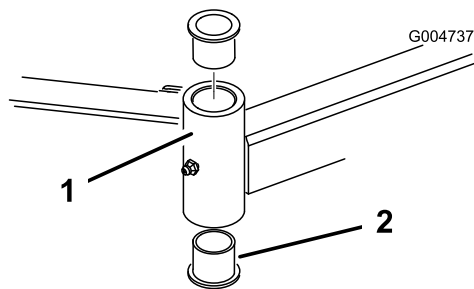

图 22
4. 将销冲头插入安装管的顶部或底部然后将轴套从管中推出图 22。以同样的方式将另一个轴套推出安装管。清洁安装管内部任何污垢。